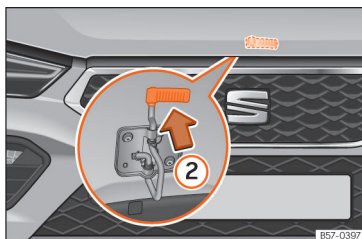

Fig. 209 Came baixo o capou.
- Para levantar o capô faça pressão para cima sobre a alavanca situada debaixo do capô »» **Fig. 209 ②**. O gancho de fixação fica desbloqueado.